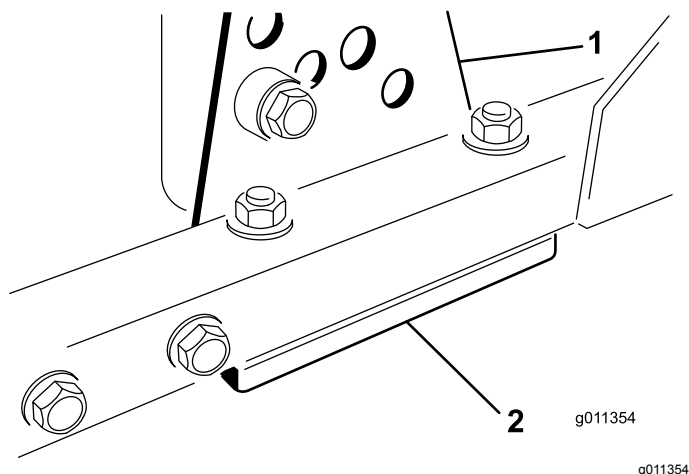

Bild 75
1. Entfernen Sie die Schnitthöhen-Einstellhalterung (vorne, links oder rechts) vom Mähwerkrahmen (Bild 75).
2. Führen Sie 1,5-mm- und/oder 0,7-mm-Beilagscheiben zwischen dem Mähwerkrahmen und der Halterung ein, um die gewünschte Schnitthöhe zu erhalten (Bild 75).